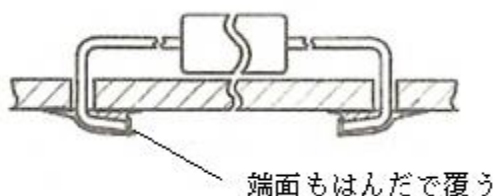
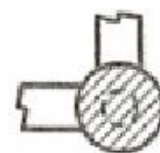

図19 線材接続部のはんだI
図20 線材接続部のはんだII
⑦部品端子の線材接続部は、穴あきのないようにはんだ付けすること。(図19、図20)